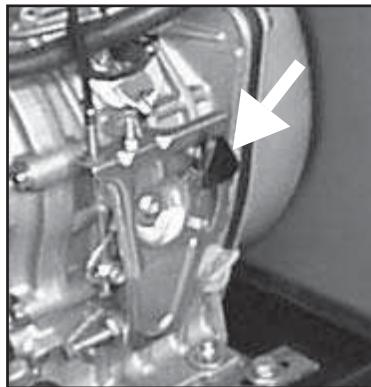

Abb. 7
- 2) Version Motor Yanmar: die Beschleunigungsteuerung auf dem Motor (siehe Abb. 7) wieder nach oben schieben. Abwarten bis der Motor komplett abgeschaltet ist. Danach den Schlüssel wieder in die Position „OFF“ drehen.